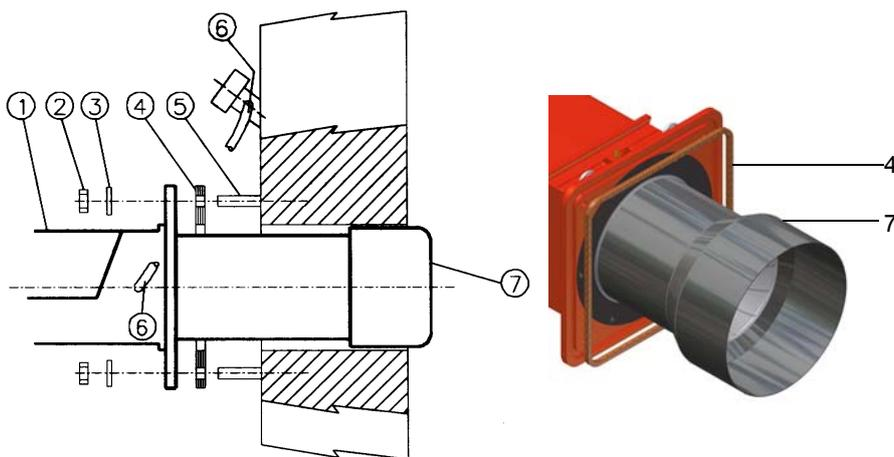

Fig. 5
- 2 avvitare i prigionieri (5) sul portellone della caldaia, secondo la dima di foratura descritta al par. “Dimensioni di ingombro”;
- 8 fissarlo con i dadi ai prigionieri della caldaia secondo lo schema riportato in Fig. 5.